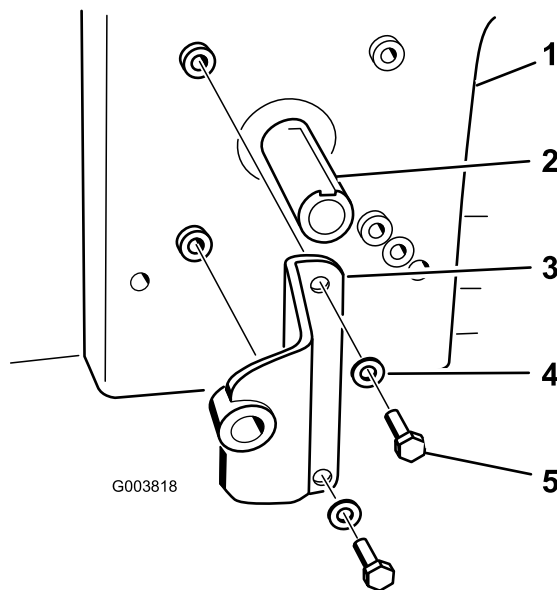

図 19
4. エンジンにポンプブラケットを取り付けるボルト2本 5/16 x 3/4 インチとワッシャ2枚 3/8 インチを使用する。ポンプブラケットの正しい取り付け位置については 図 19 を参照のこと。